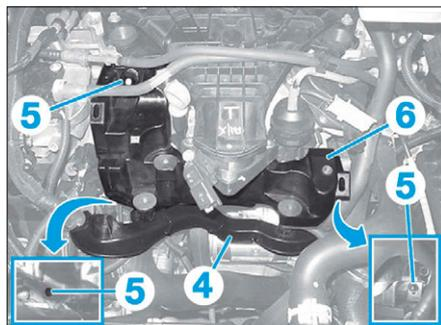

FIG. 18
- Dégraïser et écarter la goulotte de passage du faisceau électrique (4) (Fig.18).
- les fixations (5),
- le support boîtier doseur (6),